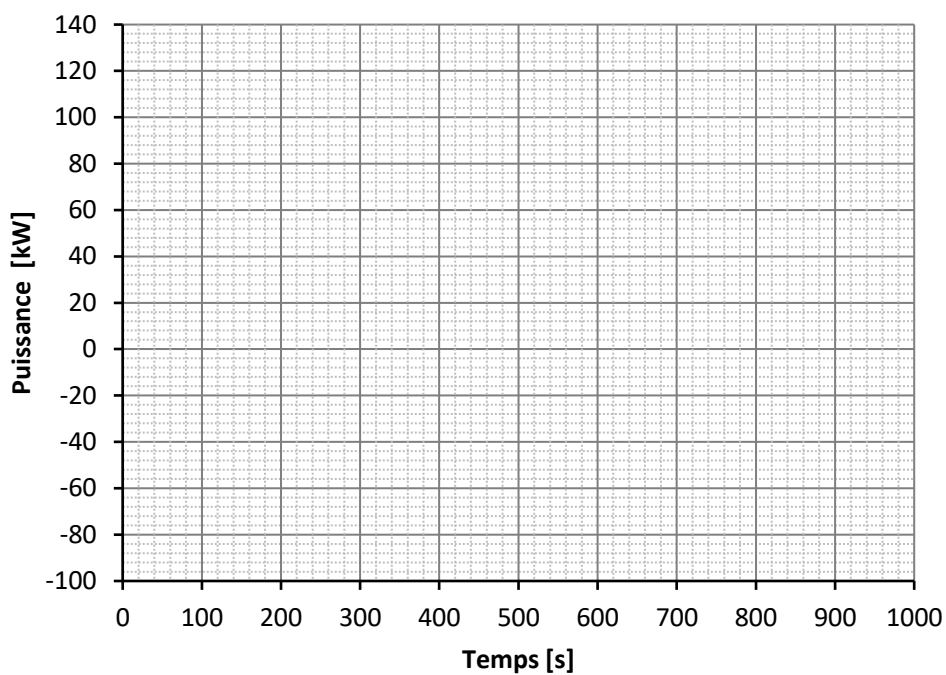

Figure 7 : puissance batterie et puissance électrique GE
2.2 Sachant qu'à $t = 0$ seconde la batterie à un SOC de 90 %, tracez sur la Figure 7 la variation de puissance de la batterie et de la puissance électrique du groupe électrogène.